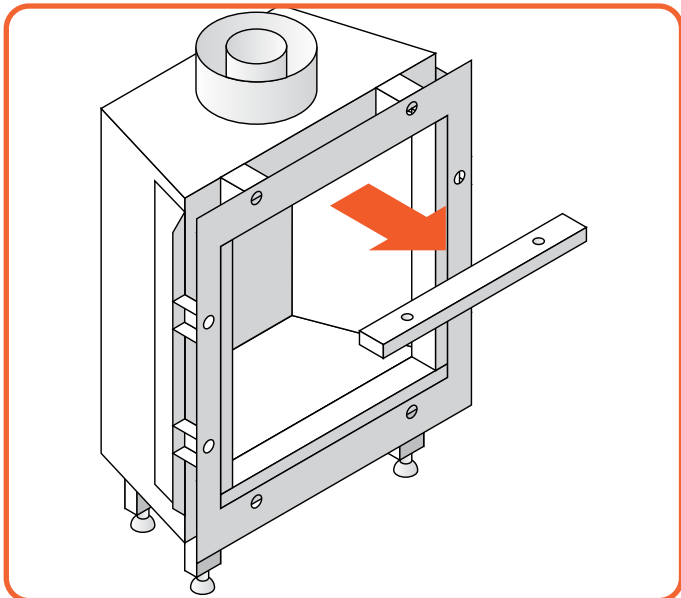

Figure 9.2 | Obere Blende entfernen
- Entfernen Sie die Schrauben von der oberen Blende, siehe Abbildung 9.2